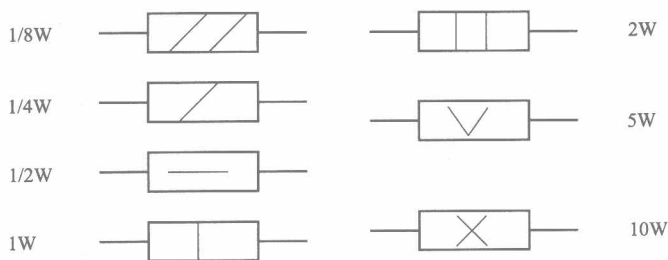

图 1-6 不同功率电阻器的图形符号
(2) 额定功率 电阻器的额定功率是指在一定条件下(如特定环境温度范围内),电阻器长期工作时所能承受的最大功率。电阻器的额定功率也有标称值,一般有 1/8W、1/4W、1/2W、1W、2W、3W、4W、5W 和 10W 等,其中 1/8W 和 1/4W 的电阻器较为常用。大功率电阻器因体积较大,其额定功率一般都直接标注在电阻器上,而小功率电阻器的额定功率往往不标注。在电路图中,有的用如图 1-6 所示的电路图形符号来表示。